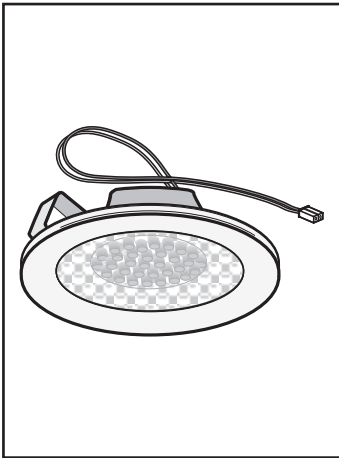

Fig.8
• Byte av LED-lamporna (Fig.8):